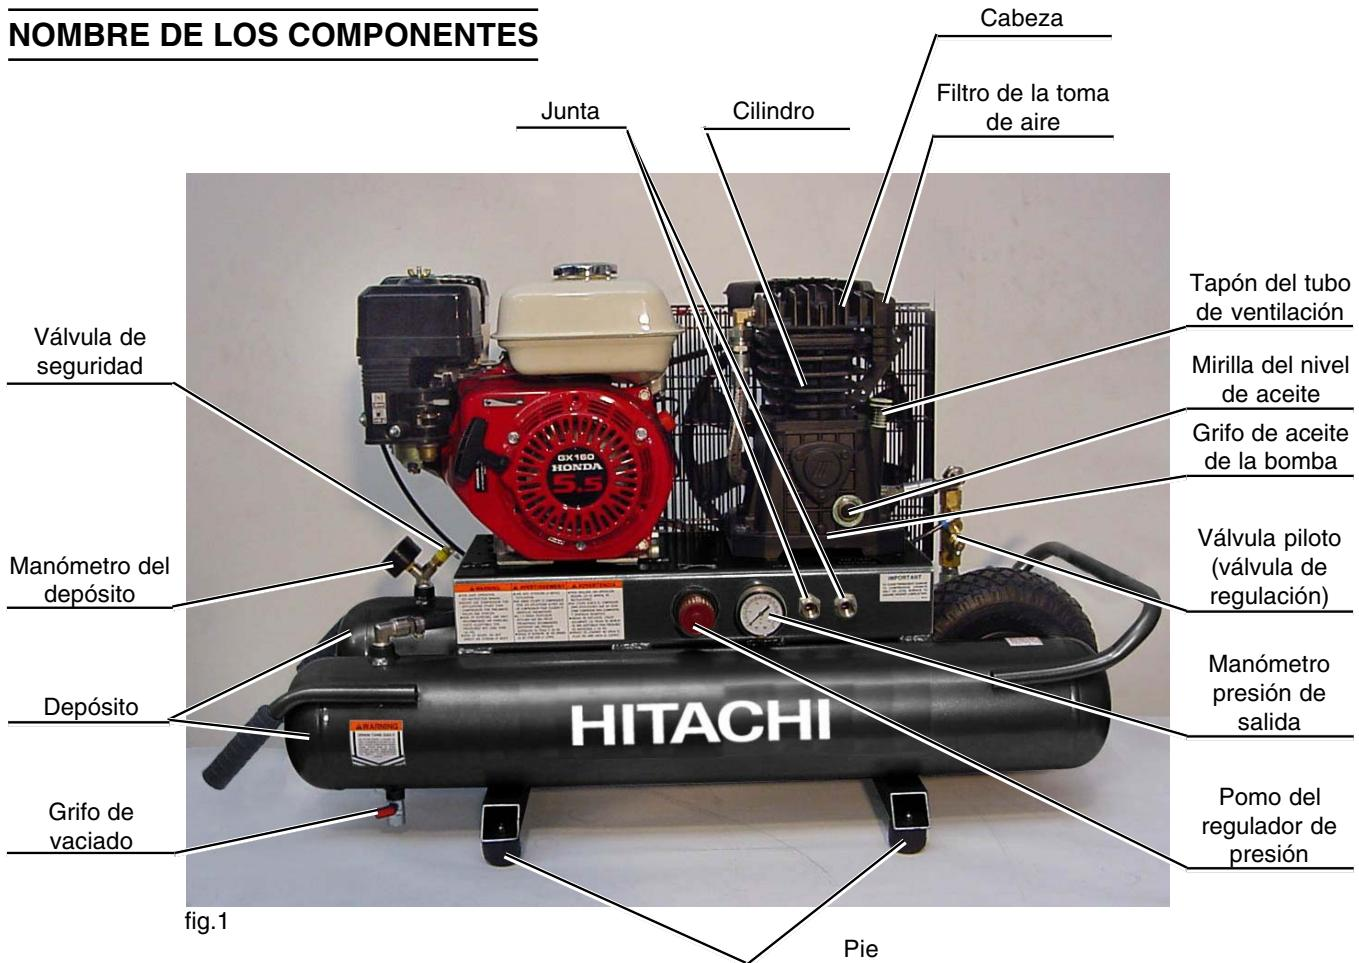

fig.1
**NOTA:** Cuando se utiliza o se conserva el compresor, aplicar 4 parachoques de goma abajo, sobre el piso (Consultar la fig. 1).
4. Instalación de un racor de aire. Enroscar el racor de aire a la junta (consultar la fig. 1 y la fig. 5). La medida del tornillo de la junta es 3/8". Usar un racor de aire de la misma medida que el tornillo.
- D) Verificar que la válvula de seguridad funcione correctamente (consultar la fig. 1). La válvula de seguridad ha sido diseñada para prevenir fallos del sistema, descargando la presión del sistema cuando el aire comprimido alcanza un determinado nivel. La válvula de seguridad ha sido regulada previamente por el fabricante y no se deberá modificar de ningún modo. Para verificar que la válvula de seguridad funcione correctamente, tirar de la anilla. La presión del aire debe salir. Una vez que se suelta, la anilla se restablece.